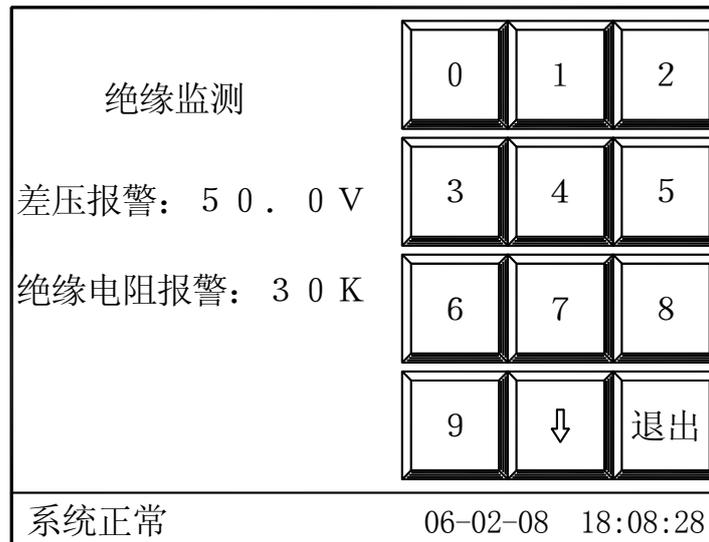

图 2-4-15 绝缘监测
- 绝缘监测页用于设定母线对地电压差压报警值和回路绝缘电阻报警值，如图 2-4-15 所示。